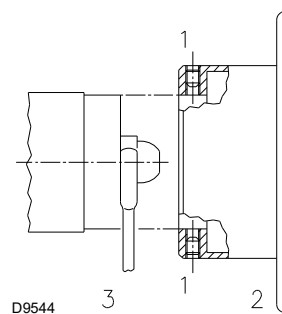

Fig. 21
- fijarla con la llave a través del orificio central del disco de estabilidad de la llama o aflojar los tornillos 1)(Fig. 21);